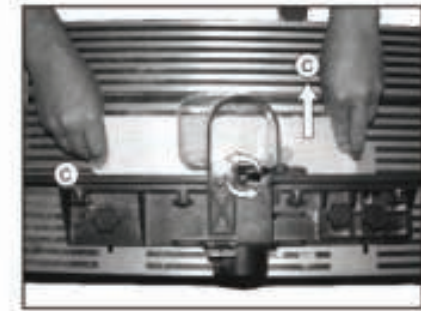

рис. 9
7.4.2 Для отвода заготовки её следует перемещать в направлении (С), рис. 9. Из соображений безопасности опорный торец должен располагаться справа.